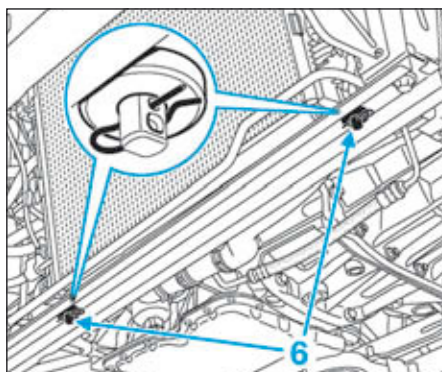

FIG.129
- Déposer les goupilles (6) (Fig.129) du radiateur de refroidissement.